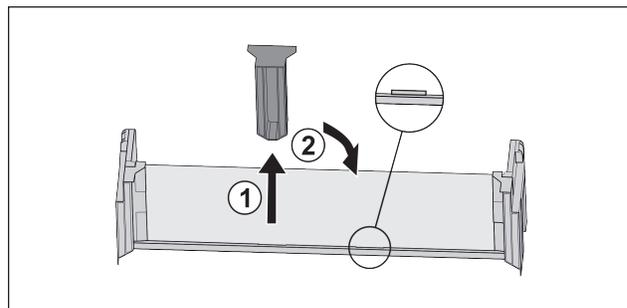

Fig. 114
- ▶ Extraire la pièce de retenue centrale Fig. 114 (1).
- ▶ Insérer la pièce de retenue centrale en deuxième position Fig. 114 (2).